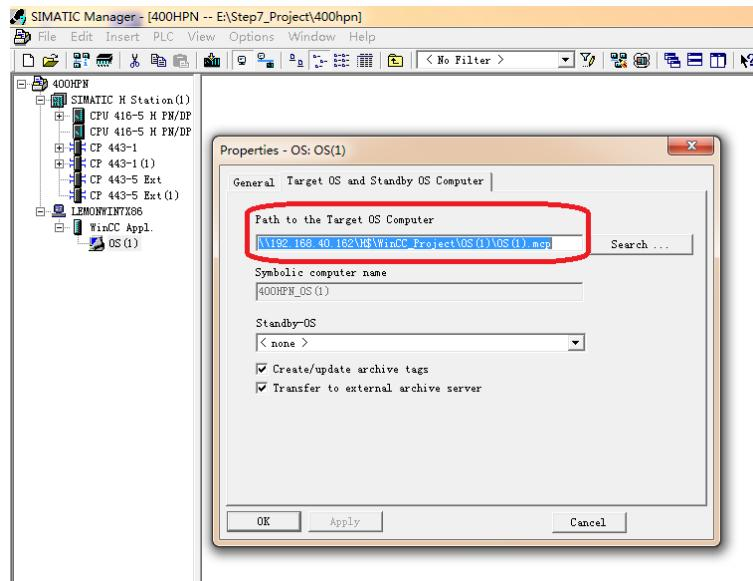

图 5
(C) 在 OS 属性中设置 WinCC 项目在 OS 站的存储路径, 如图 5 所示。